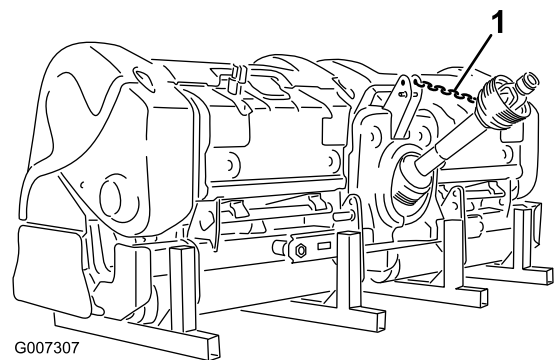

Рисунок 44
12. Подсоедините трос механизма отбора мощности к его щитку, чтобы не допустить контакта вала механизма отбора мощности с грунтом (Рисунок 44).